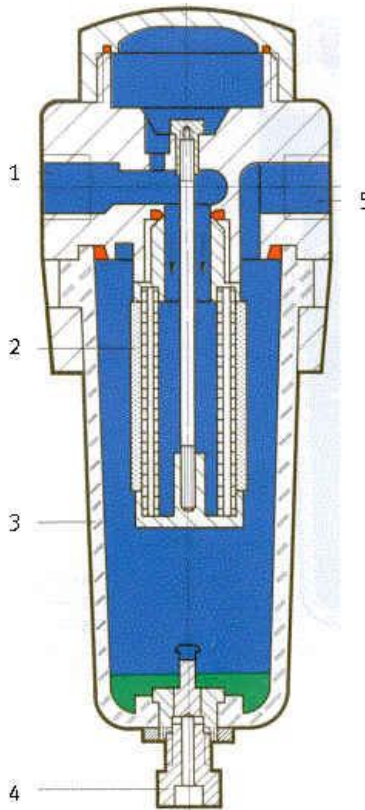

Fig. 10.
De lucht komt binnen in de filter (Fig. 10) via (1) en wordt van binnen naar buiten door het filterpatroon (2) naar de uitgang (5) gestuurd.